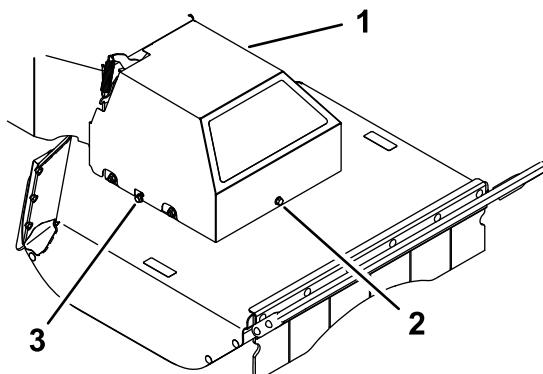

Figure 33
5. Desserrez les boulons gauche et droit de quelques tours puis desserrez le boulon avant jusqu'à ce que le couvercle soit desserré (Figure 33).
- les boulons latéraux. Serrez le boulon avant, puis les deux boulons latéraux (Figure 33).